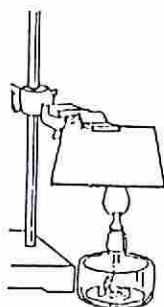
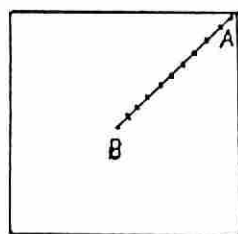

図1 金属板の加熱
図2 抵抗値の測定
- (1) 金属板を図1のように固定し、中央をアルコールランプで15分間加熱する。
- (2) 冷えてから表面の色を観察する。
- (3) テスターで図2のように金属板の一端Aを起点として、中央Bに向かって1cmおきに抵抗値を測定する。
- (4) ガスバーナーでの加熱についても1～3と同じ方法で行う。